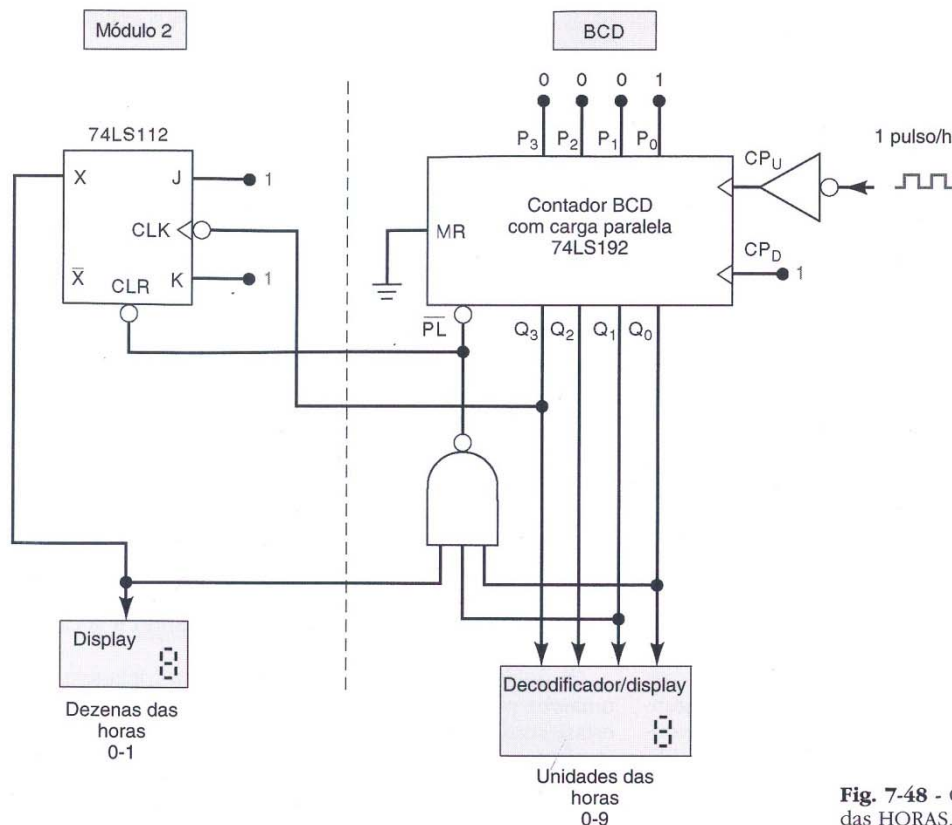

Fig. 7-48 - Circuito detalhado para a seção das HORAS.
A Fig. 7-48 mostra em detalhe os circuitos contidos na seção das HORAS. Ela tem um contador BCD para contar as unidades das horas, e um único FF (módulo 2) para contar dezenas de horas. O contador BCD é um 74LS192, que opera exatamente igual ao 74LS193, que estudamos anteriormente, com a exceção de que ele só conta entre 0000 e 1001. Em outras palavras, o 74LS192 pode tanto contar em BCD de modo crescente (isto é, de 0 a 9, reciclando para 0) como de modo decrescente (isto é, de 9 para 0, reciclando para 9). Aqui, ele é usado para contar no modo crescente, em resposta ao sinal de 1 pulso/hora vindo da seção de MINUTOS. O INVERSOR na entrada  $CP_U$  é necessário pois o 74LS192 responde a transições de subida, e queremos que ele responda na descida, que ocorre quando a seção de MINUTOS recicla de volta para 0.
2. Por que é necessário um INVERSOR na Fig. 7-48?